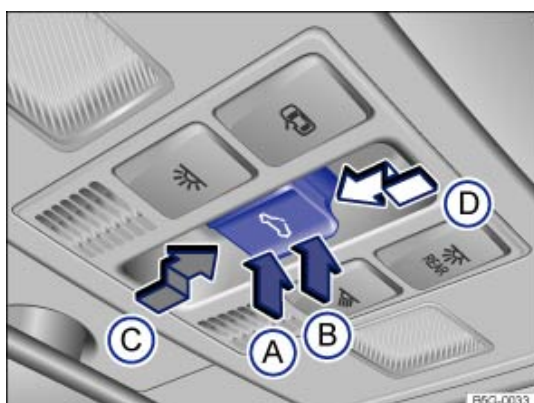

Fig. 40 Dans le ciel de pavillon : touche du toit ouvrant coulissant/relevable panoramique à commande électrique.
La touche  → Fig. 40 est une touche à 2 positions. En première position, il est possible de relever, d'ouvrir ou de fermer manuellement le toit partiellement ou complètement.
| Fonction  | Mesure à prendre → Fig. 40   |
- En l'espace d'env. 5 secondes après le déclenchement du dispositif antipincement, maintenez la touche  → Fig. 40 enfoncée dans le sens de la flèche  jusqu'en 2e position, jusqu'à ce que le toit ouvrant coulissant/relevable panoramique à commande électrique soit entièrement fermé.